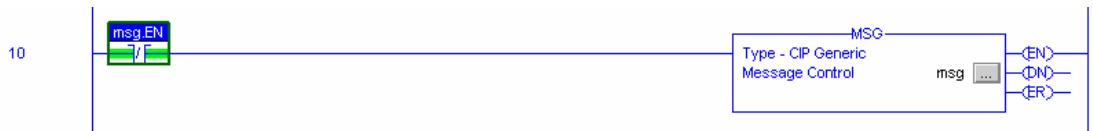

图 3- 61 配置通讯参数
49. 单击 MSG 指令中的... (省略号) ,配置通讯参数 ,如图 3- 61 所示。